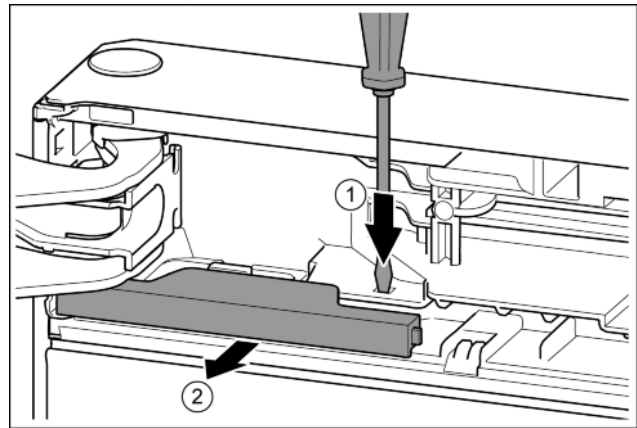

Fig. 13
- ▶ Lasche mit Schlitzschraubendreher drücken. Fig. 13 (1)
- ▶ Abdeckung aus der Verrastung ziehen. Fig. 13 (2)